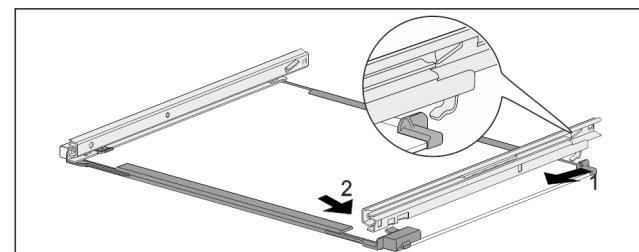

Fig. 108 Sklenená doska s koľajničkami
- Zaháknite koľajničku vzadu. Fig. 108 (1)
- Zaklapnite koľajničku vpred. Fig. 108 (2)